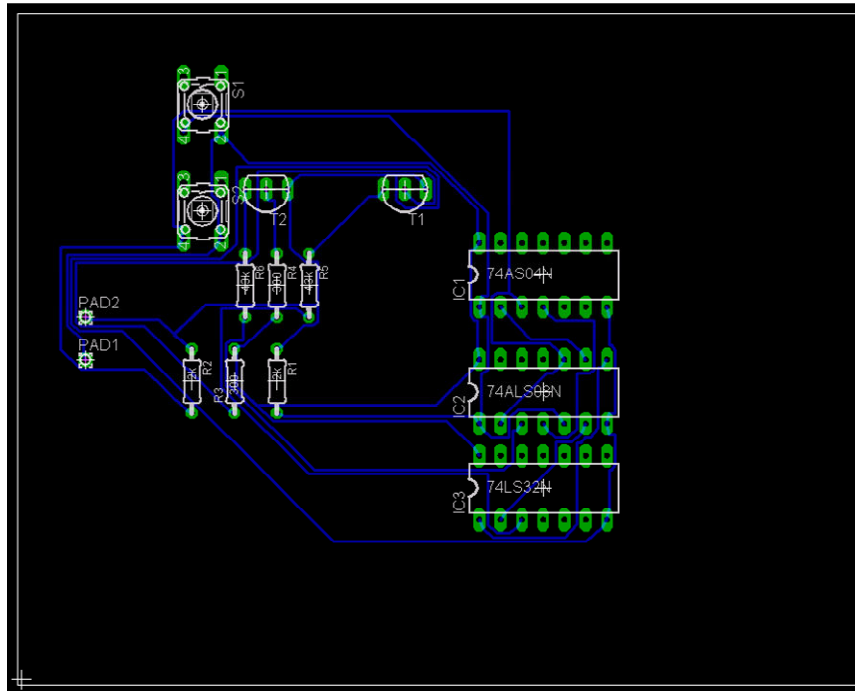

図4-4
(4)図4-4のように黄色の線がない状態で完成です。黄色の線がまだある場合は、自動配線できなかったこと示しています。この場合は配置を変えるなど工夫してみる。その際、配線を解除する必要があるので(5)に進むこと。どうしても自動配線ができない場合はジャンプ線を用います。その手順については(10)で別途説明します。